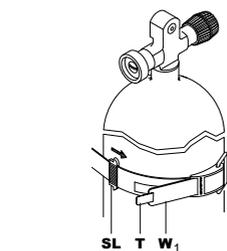
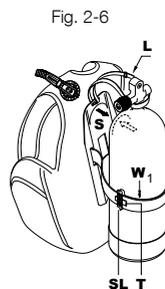

Fig. 2-5
Fig. 2-6
2. Si el chaleco hidrostático tiene una espaldera rígida, coloque la cavidad (S) de la espaldera en el hombro de la botella (Fig. 2-6) y ajuste la correa (Fig. 2-5 y 2-7) del cinturón de apertura rápida (W1) alrededor de la botella. En los chalecos hidrostáticos de espaldera rígida, la correa de seguridad (L) (Fig. 2 - 6) se ajusta en la parte superior de la espaldera para impedir que el chaleco se deslice hacia abajo mientras se ajusta y se cierra la correa. Una vez ajustada correctamente, la correa ayuda a reubicar a la botella en su posición correcta en el chaleco de manera fácil y sistemática.
3. Cierre la hebilla (C) (Fig. 2 - 7). Si la correa está demasiado ajustada o demasiado suelta, abra la solapa de velcro y la hebilla para volver a ajustar la longitud de la correa (Fig. 2-5) del cinturón de apertura rápida (W1). Para mayor seguridad, deslice la presilla de seguridad (SL) (Fig. 2 - 5) alrededor del extremo de la correa (T). En los chalecos hidrostáticos con espaldera rígida, con la botella montada en el chaleco, puede levantar toda la unidad utilizando el asa integrada en la espaldera.